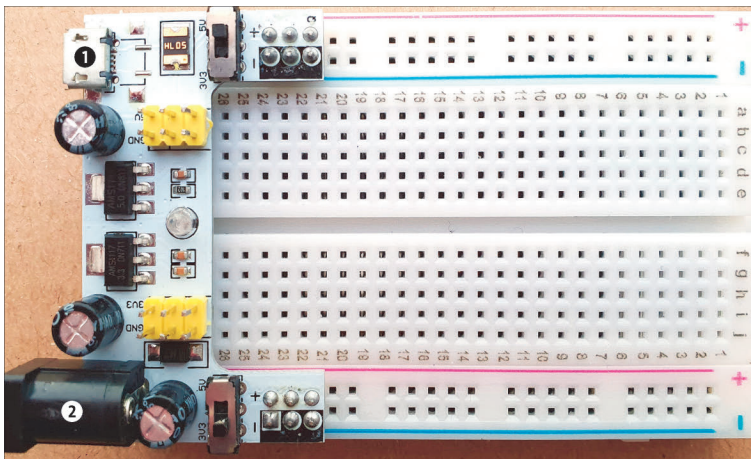

Abbildung 3.39 Breadboard Power Adapter
Für funktionierende Schaltungsaufbauten auf dem Breadboard sind (bei den größeren Boards) an der Ober- und Unterkante Lochreihen angeordnet, die der Zuführung der Betriebsspannung (+) und des Massepotenzials (–) dienen. Damit diese Lochreihen auch die gewünschten Spannungen bereitstellen, verwenden Sie am einfachsten sogenannte *Breadboard Power Adapter*. Diese werden in unterschiedlichen Bauformen von vielen Distributoren zu Preisen von unter 5 € angeboten. Abbildung 3.39 zeigt einen auf ein Breadboard aufgesteckten Adapter. Die Spannungsversorgung kann über Micro-USB ❶ oder über einen Rundstecker ❷ erfolgen. Es lassen sich 3,3 V oder 5 V Betriebsspannung für die beiden Lochreihen unabhängig voneinander erzeugen.